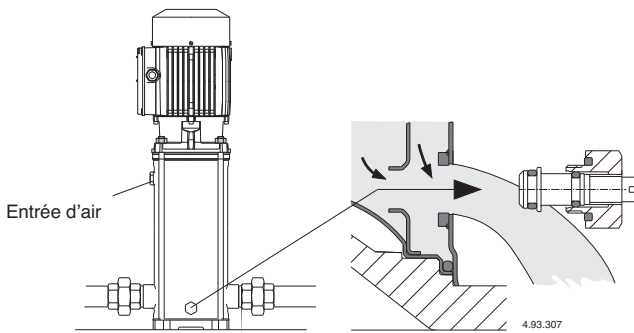

Fig. 4 Vidange
**Quand la pompe n'est pas utilisée, elle doit être vidée complètement s'il existe un danger de gel (fig. 4).**
Avant le désassemblage, fermer les vannes d'aspiration et de refoulement et vider le corps de pompe (fig. 4).